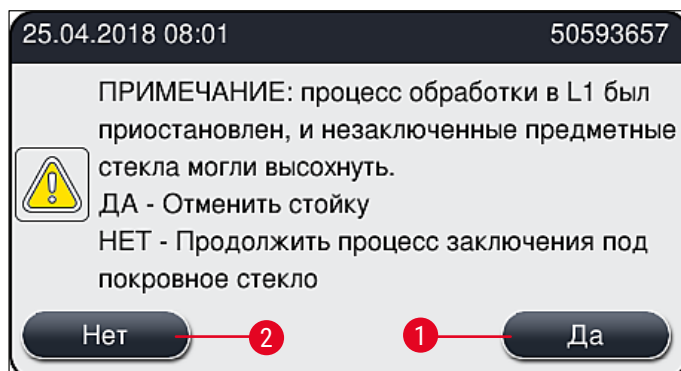

Рис. 113
9. Программное обеспечение прибора выполняет сканирование уровня заполнения. По завершении сканирования пользователь получает информационное сообщение (→ Рис. 113).